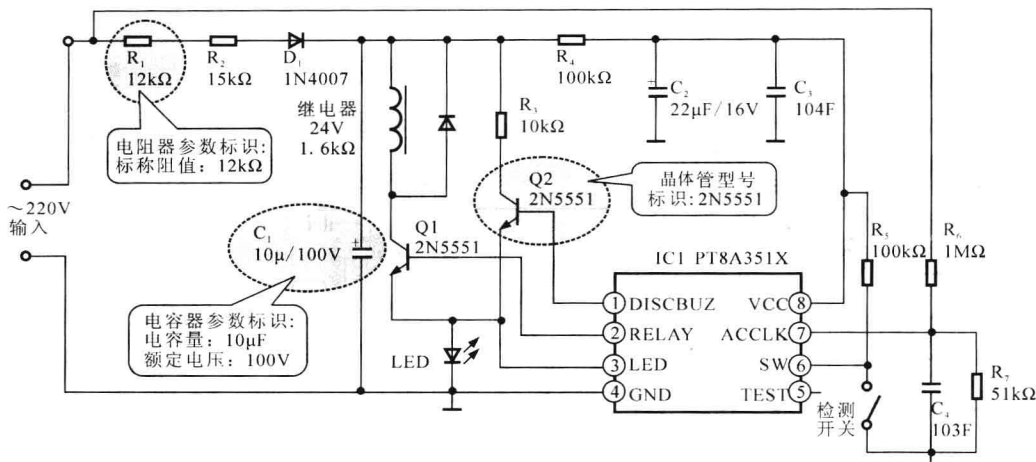

图 1-4 智能电熨斗整机电路原理图中元器件参数的标注
- ① 图中包含元器件最多, 是比较复杂的一张电路图。
- ② 表明了整个产品的结构、各单元电路的分割范围和相互关系。
- ③ 电路中详细标出了各元器件的型号、标称值、额定电压、功率等重要参数, 是为检修和更换元器件提供的重要的参考数据, 如图 1-4 所示。若更换该电路中的晶体管, 则根据图中型号标注, 找到匹配的晶体管进行直接替换即可。
- ④ 复杂的整机电路原理图一般通过各种接插件建立关联, 识别这些接插件的连接关系, 更容易理清电子产品各电路板与电路板模块之间的信号传输关系。
- ⑤ 同类电子产品的整机电路原理图具有一定的相似之处, 因此可通过举一反三的方法练习识图; 而不同种类的电子产品, 其整机电路原理图相差很大, 但若能够真正掌握识读方法, 也能够做到“依此类推”。